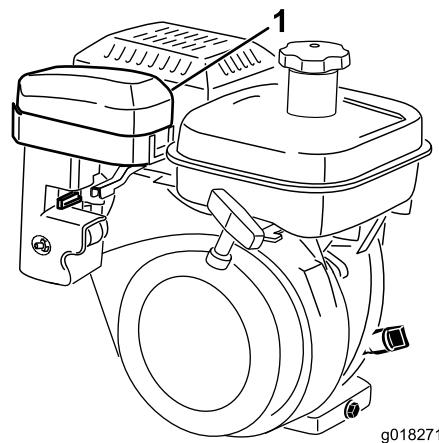
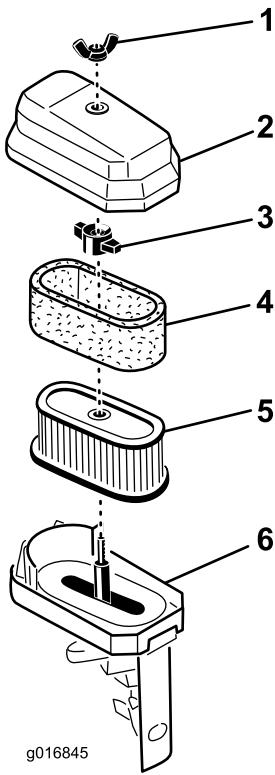

Figura 32
Figura 33
- Limpie la tapa a fondo (Figura 32 y Figura 33).
- Si el elemento de gomaespuma está sucio, sepárelo del elemento de papel (Figura 33). Límpialo a fondo.